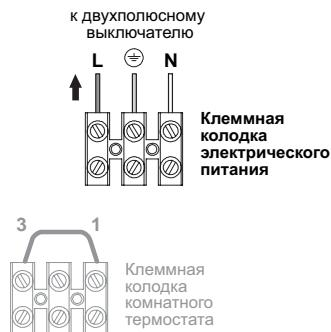

Рисунок 5.15
- Подсоедините проводящий кабель, идущий от всеполюсного выключателя, к клеммной колодке электрического питания котла (Рисунок 5.15), соблюдая соответствие фазы (коричневый провод) и нейтрали (голубой провод).